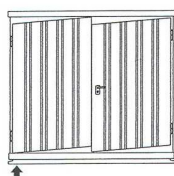

fig. 4
- 6.- Colocar la puerta y las manillas. Si las puertas no cierran bien, nivelar el contenedor. (fig. 4)